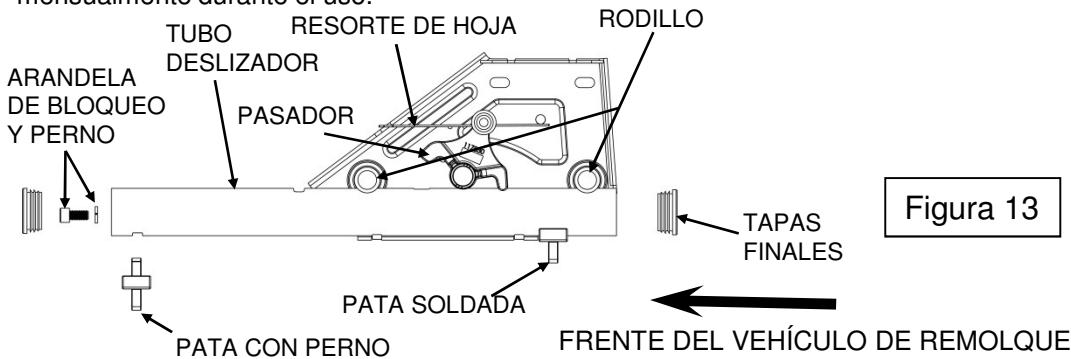

Figura 13
5. Regrese al vehículo. Libere el freno de emergencia. Active manualmente el freno del remolque y hale el vehículo hacia adelante hasta que el deslizador de Quinta Rueda REESE™ frene en la pata soldada (Figura 13) y el pestillo se enganche en la posición de maniobra (Ver Figura 16).
- C. Si el deslizador no se mueve, el pestillo ha activado los tubos (7) y el deslizador debe estar dedicada en la posición de maniobra.
- D. Si el deslizador se mueve, el pestillo no ha activado los tubos (7) **¡NO REMOLQUE!** Repita los pasos 1 - 6 anteriores hasta que el pestillo haya activado los tubos (7).